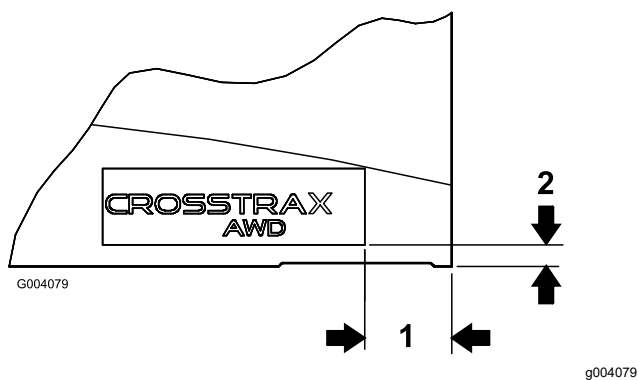

Рисунок 13
- Используя размеры, указанные в Рисунок 13, найдите и прикрепите табличку CROSSTRAX к нижнему заднему углу с каждой стороны капота.